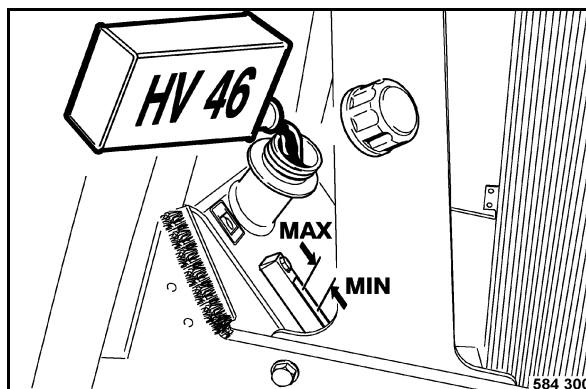

Fig. 125
- Vérifier le niveau d'huile au regard (Fig. 125) au réservoir d'huile hydraulique.